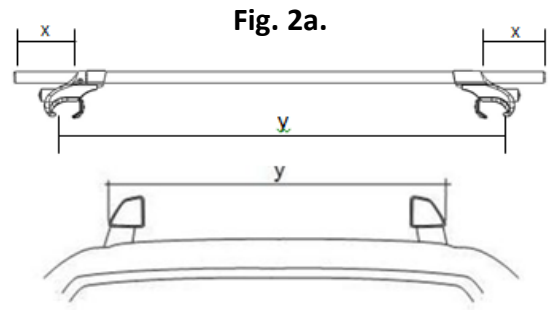

Fig. 2a.
- A. Adjust the rail grab assemblies to the approximate width of the vehicle side rails (dimension Y in Fig 2a.), then place the cross bars onto vehicle side rails (Fig 2a. & Fig 2b.).
- B. Make sure there is equal overhang (dimension X in Fig 2a.) on both sides of each cross bar, then firmly tighten the cross bar adjustment screws to secure the cross bars to rail grab assemblies as shown in Fig 1a. and Fig 2d.
- A. Ajuste los conjuntos de agarre de barandilla al ancho aproximado de las barandillas laterales del vehículo (dimensión Y de la Fig. 2a), y luego coloque los travesaños en las barandillas laterales del vehículo (Fig. 2a y Fig. 2b).
- B. Asegúrese de que haya igual saliente (dimensión X en la Fig. 2a) en ambos lados de cada travesaño, y luego apriete firmemente los tornillos de ajuste de travesaño para asegurar los travesaños a los conjuntos de agarre de barandilla como se muestra en la Fig. 1a y en la Fig. 2d.
- A.** Réglez les ensembles de prise de rail à la largeur approximative des rails latéraux du véhicule (dimension Y en Fig 2a), puis placez les barres transversales sur ces rails de véhicule (Fig 2a et 2B).
- B.** Assurez-vous que le dépassement (dimension X en Fig. 2a) est égal des deux côtés de chaque barre transversale, puis serrez les vis de réglage de barre pour les fixer sur les ensembles de prise de rail, comme c'est montré en Fig. 1a et 2d.